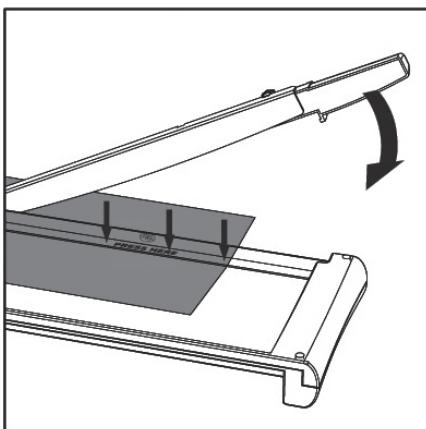

Abb. 2
- Hebel der Schneidemaschine anheben. Das Material, das zugeschnitten werden soll, in der gewünschten Position unter der Schutzvorrichtung anlegen und die Schutzvorrichtung beim Schneiden mit einer Hand herunterdrücken. Schneidemesser mit der anderen Hand herunterdrücken (siehe Abb. 2).